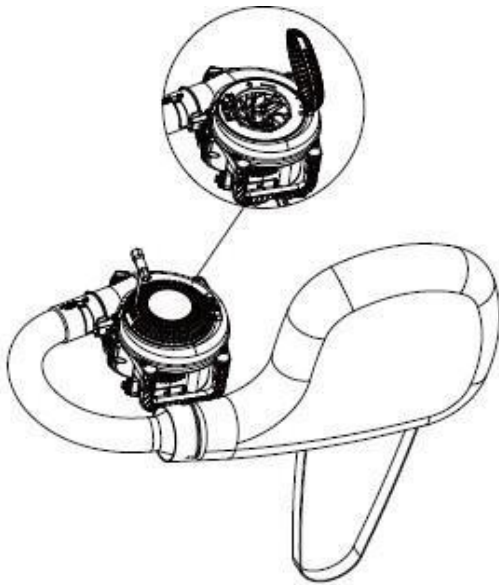

Fig. 6
- 3) Steek de punt van een platte schroevendraaier of de bougiesleutel (meegeleverd) verticaal in de gleuf van het luchtinlaatdeksel, draai het gereedschap tegen de klok in om het te ontgrendelen en het luchtinlaatdeksel te openen (Fig.6).